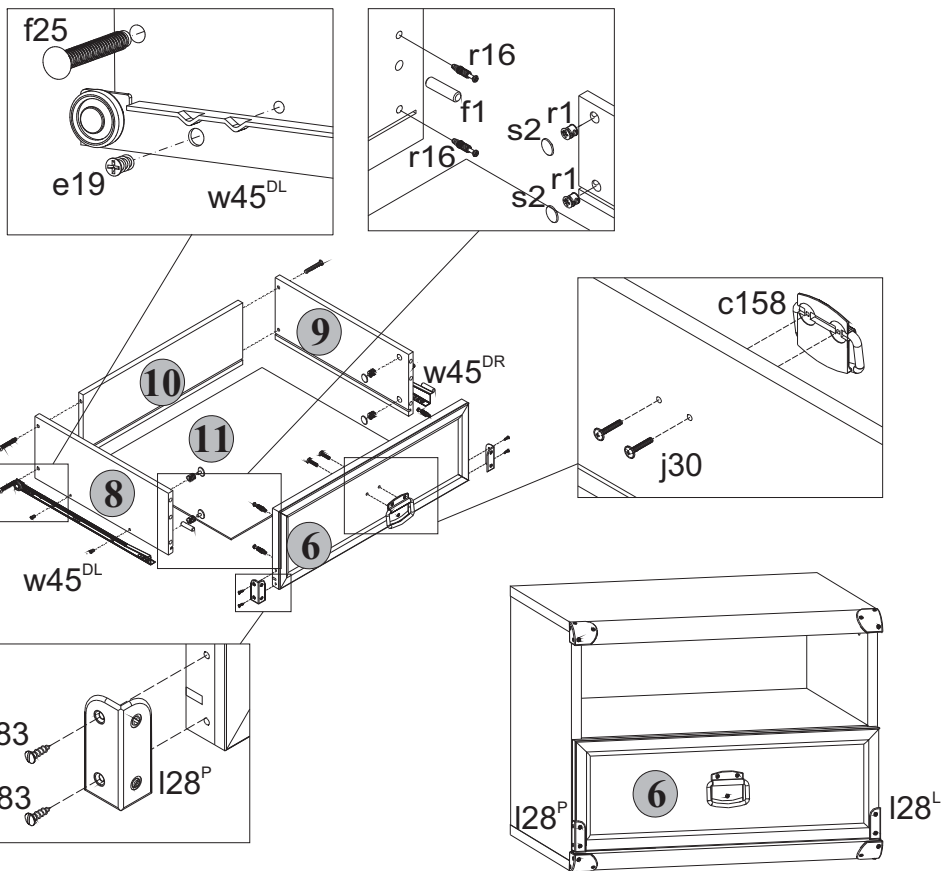

Рис. 3
- 5.13 В отверстия диаметром **15 мм** на внутренних поверхностях стенок боковых **8** и **9** корпуса выдвижного ящика вставить стяжки эксцентровые **r1** (см.рис.3).
- 5.14 В отверстия диаметром **5 мм** на внутренней поверхности панели передней **6** ящика выдвижного с помощью крестообразной отвертки вкрутить винты стяжки **r16** (см.рис.3).
- 5.16 Соединить панель переднюю **6** с корпусом ящика выдвижного и затянуть стяжки эксцентровые **r1**, пользуясь специальным ключом **z1**. Закрыть стяжки эксцентровые заглушками **s2** (см.рис.3).
5.12 В отверстия диаметром **8 мм** на передних кромках стенок боковых **8 и 9** корпуса выдвижного ящика вбить деревянные шканты **f1** (см.рис.3).